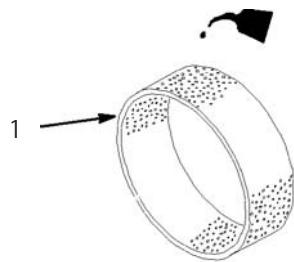

図29
- 乾いたら新しいエンジン・オイルを30~60 cc含ませる(図29)。